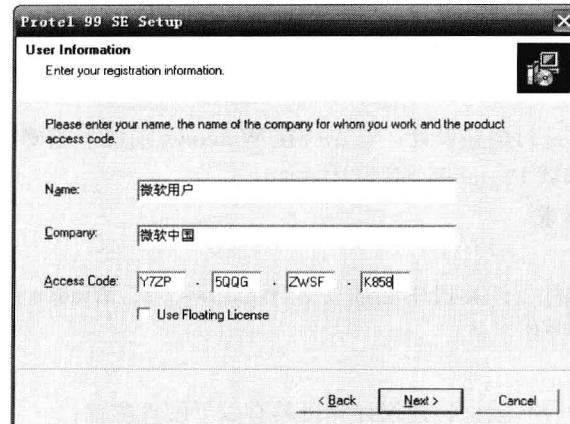
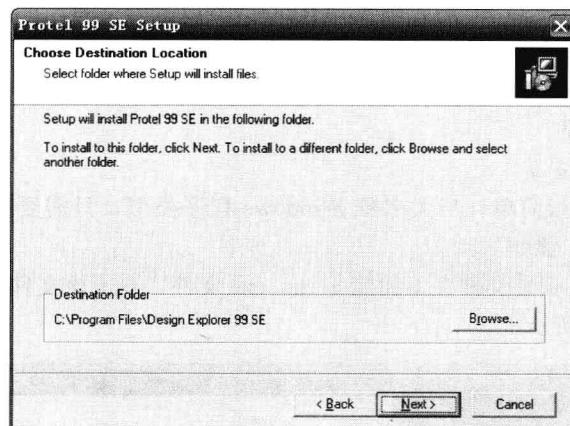

图 1-2 用户名和产品序列号
图 1-3 安装路径设置
- (2) 单击“Next”按钮，会出现如图 1-2 所示的界面，用户可以分别在“Name”和“Company”文本框中输入注册姓名和公司名称，在“Access Code”中输入 Protel 99 SE 产品的序列号，然后单击“Next”按钮，进入如图 1-3 所示的界面。
- (3) 在如图 1-3 所示的界面中会提示当前的安装路径，可以单击“Browse”按钮进行修改。选择好安装路径，单击“Next”按钮。